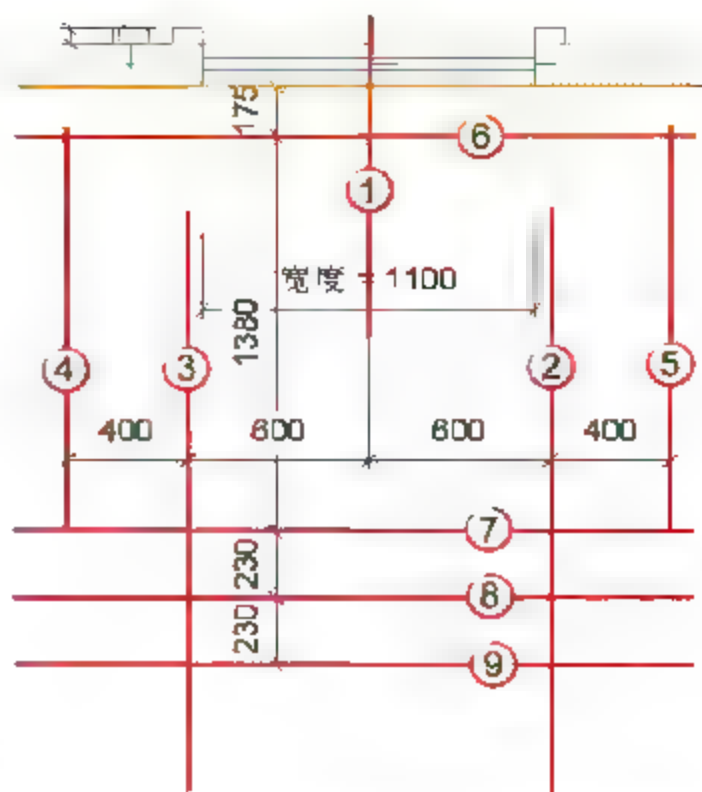

图 8.4.35 绘制电梯平面图辅助线图
(10) 绘制电梯平面图辅助线。按快捷键 R+P，绘制一条位于电梯门正中间的辅助线
即①。以①为中心绘制其他的纵向辅助线，选中①按快捷键 **C+O** 按照图 8.4.35 所给出的间隔标注以①为原型分别复制出其他②~⑤纵向线。然后在墙内侧边线上绘制出一条辅助线，按快捷键 **M+V** 将其移动至⑥，再按快捷键 **C+O** 按照图 8.4.35 所给的间隔标注以⑥为原型分别复制出其他⑦~⑨横向线。